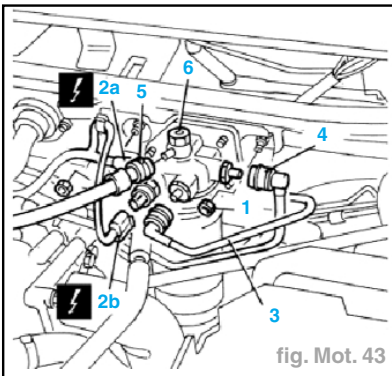

fig. Mot. 43
- Dévisser les écrous de fixation (1) (fig. Mot. 43).